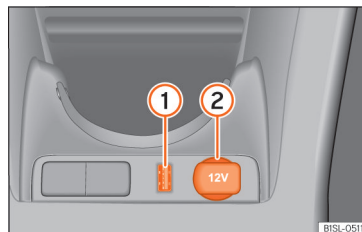

Abb. 134 Mittelkonsole vorn: 12-Volt-Steckdose im Ablagefach und USB-Schnittstelle.
Die 12-Volt-Steckdose befindet sich im Ablagefach in der Mittelkonsole vorn » Abb. 134 ❷ und funktioniert nur bei eingeschalteter Zündung.